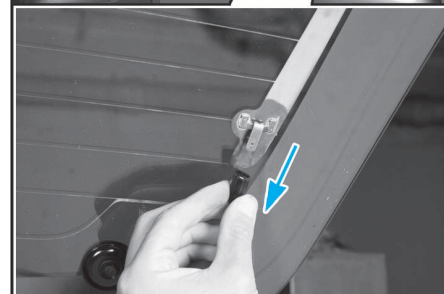

FIG. 104
- Débrancher avec précaution, l'alimentation du dégivrage (Fig.104).